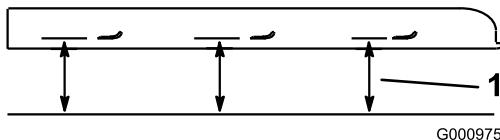

Figura 92
3. Gire las cuchillas hasta que los extremos estén orientados hacia adelante y hacia atrás (Figura 92). Mida desde una superficie nivelada hasta el filo de corte, posición A, de las cuchillas (Figura 92). Anote esta dimensión.